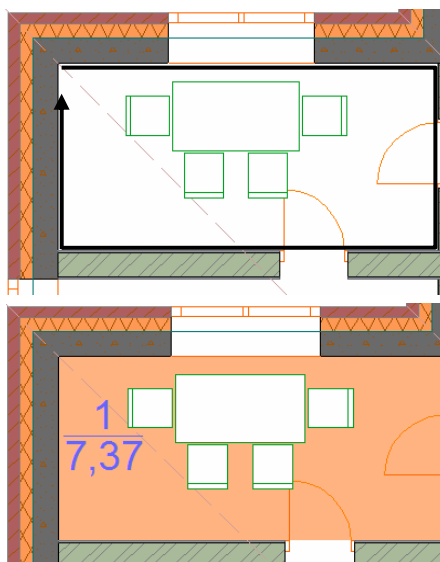

Рис. 127
8. Для размещения первой зоны следует начертить замкнутый многоугольник по внутреннему контуру помещения при активном инструменте **Зона** (рис. 127).